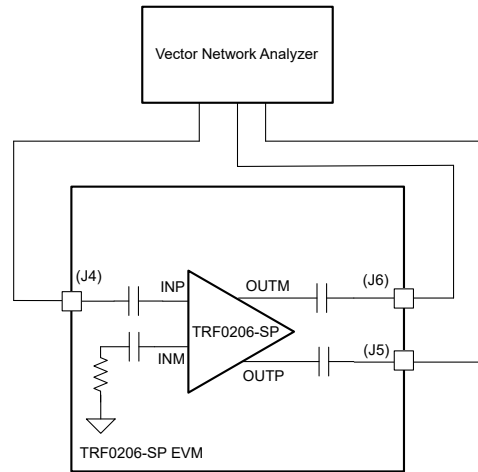

图 3-1. S 参数测试设置
1. 如图 3-1 所示，通常会使用矢量网络分析器 (VNA) 进行 S 参数测量。要测量 TRF0206-SP EVM，建议使用 3 端口 VNA，它可以分别在 EVM 的输入和输出端口产生单端信号和接收差分信号。